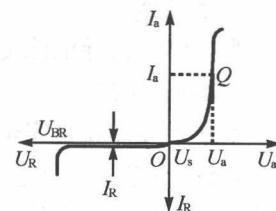

图 15.1
(1) 结构:将 PN 结两边各引出一个电极便构成一个二极管。其中 P 型区引出阳极 A (+),N 型区引出阴极 K (-)。符号:A ————— K
(2) 伏安特性及参数:伏安特性如图 15.1 所示。